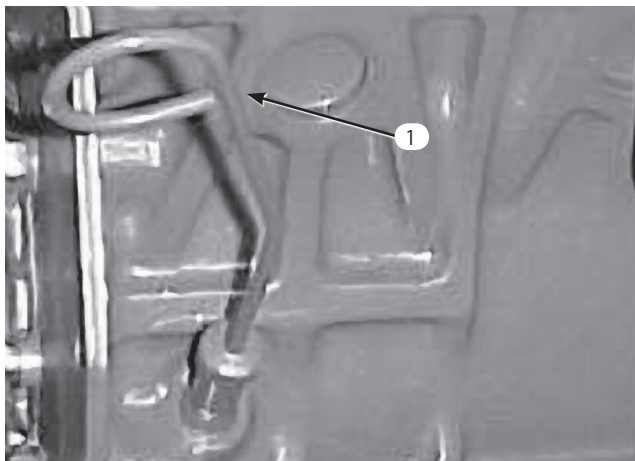

図14
2. ディップスティック（図14）を抜き取り、付いているオイルをウェスで拭きとってもう一度差し込む。ディップスティックを引き抜いて油量を点検する。FULL 位置まであればよい。